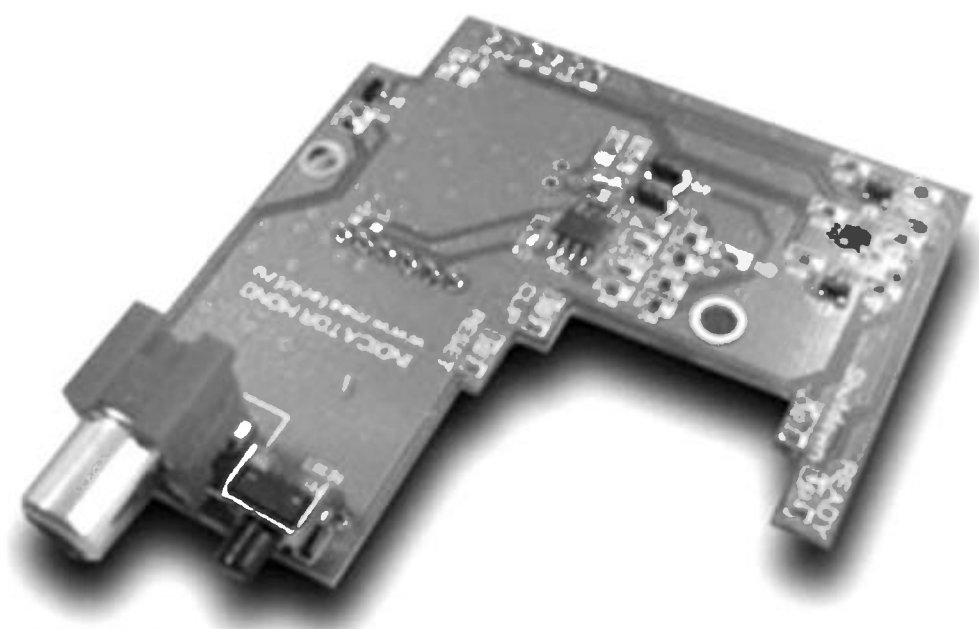

Рис. 11
- 1-канальный MP5630I1 (**рис.11**).